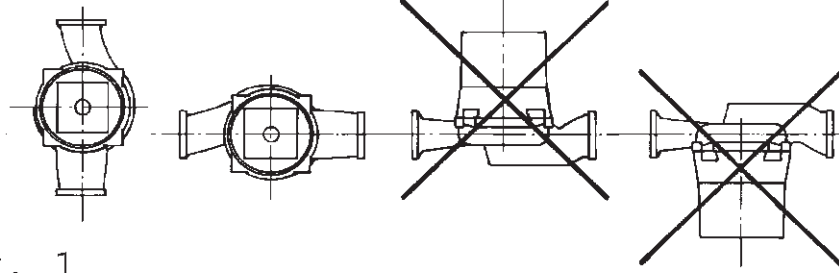

Fig. 1
- 1) Pompa zawsze musi być montowana z poziomym położeniem wału, jak pokazano na Fig. 1. Strzałka na korpusie wskazuje kierunek przepływu.